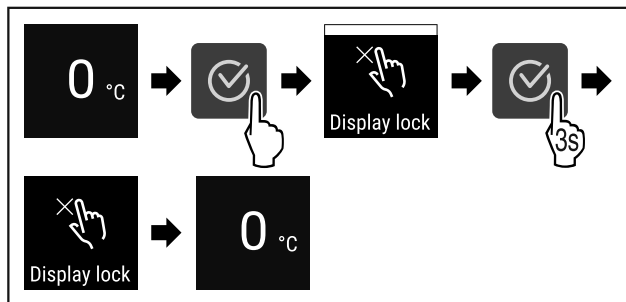

Fig. 68
- ▶ Kryeni hapat e veprimit (shihni Fig. 68) .